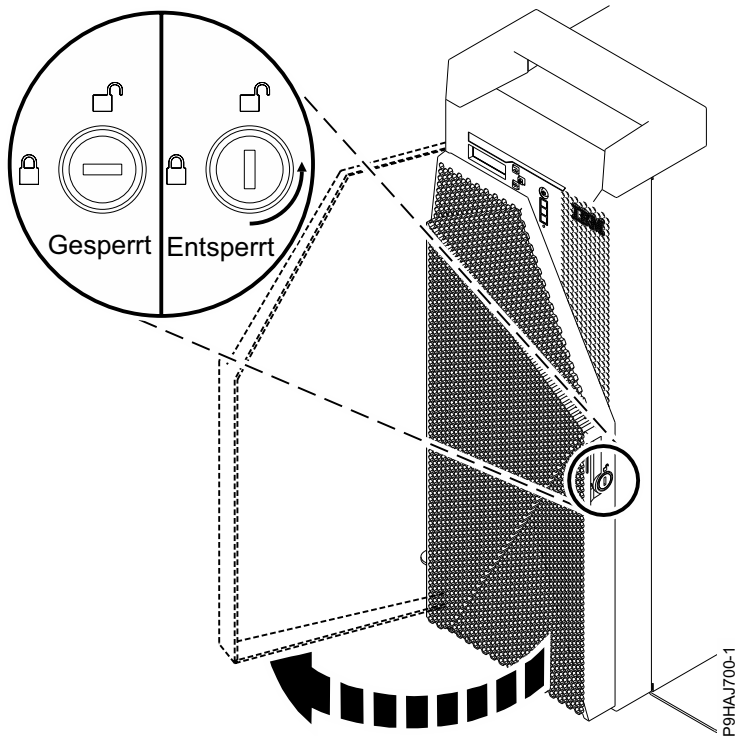

Abbildung 15. Vordere Klappe entsperren
1. Stecken Sie den Schlüssel der vorderen Klappe in das Schloss (siehe Abb. 15 auf Seite 35). Drehen Sie den Schlüssel nach links (gegen den Uhrzeigersinn), um die Klappe zu entsperren. Horizontal bedeutet, dass die Klappe gesperrt ist; vertikal, dass sie entsperrt ist. Öffnen Sie die vordere Klappe.